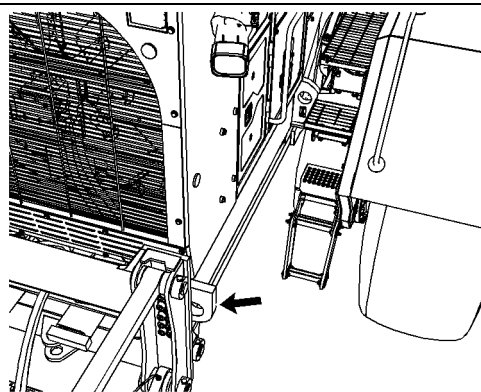

Ilustración 102
8. Sujete cuatro cadenas de amarre a la parte trasera de la máquina. Hay un cáncamo de amarre a cada lado de la parte trasera de la máquina. Una etiqueta que muestra una posición de amarre identifica los cáncamos de amarre. Vea la ilustración 102.